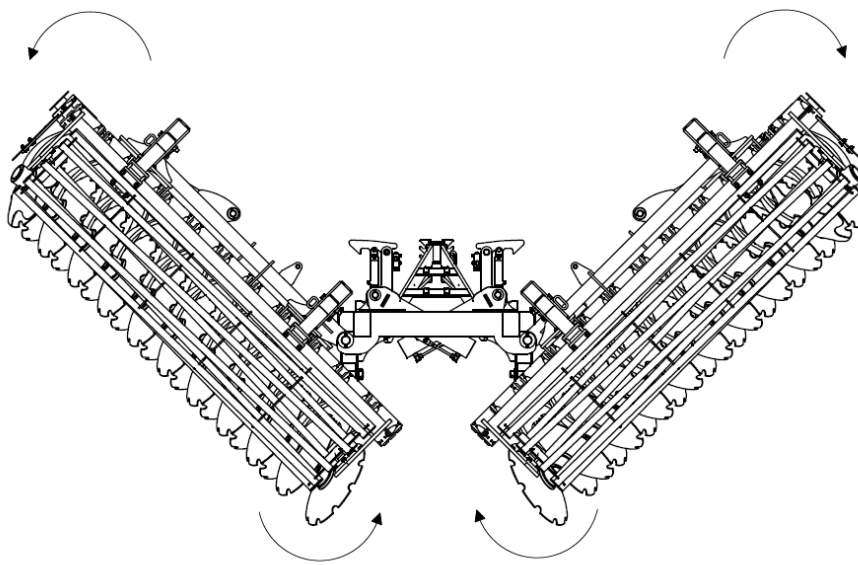

Fig. 10 Étapes du dépliage de la machine : la machine s'ouvre, les extrémités des bras latéraux sont à une hauteur convenable.
4. Lors de l'ouverture des ailes de la machine, assurez-vous que les extrémités des bras sont à une hauteur suffisante pour éviter qu'ils ne s'accrochent au sol (fig. 10).